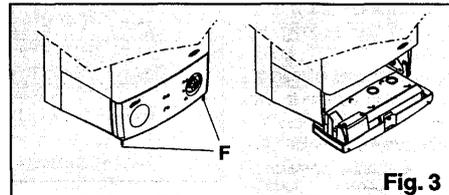

Fig. 3
- destornillar los tornillos (F) de fijación del tablero en la carcasa (fig. 3);
- girar el tablero hacia abajo (fig. 3)